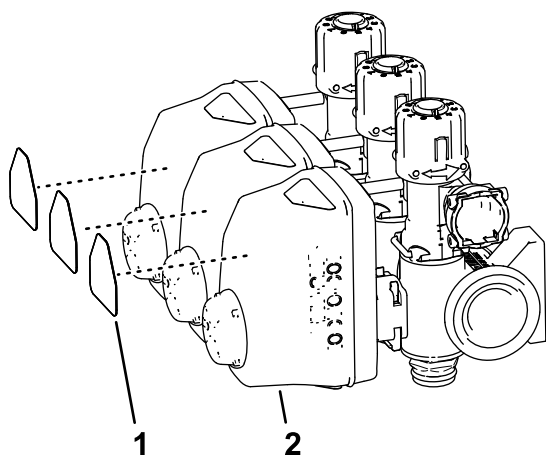

Figura 68
5. Rimuovete gli adesivi dagli attuatori delle 3 valvole di sezione (Figura 68).